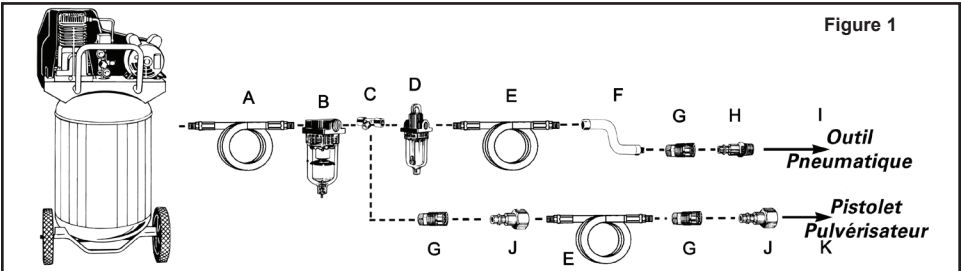

Figure 1
- Branchez l'outil au raccord rapide du tuyau flexible d'air. **REMARQUE :** *Il est recommandé d'utiliser un flexible de raccordement à pivot (P012-0079SP - non inclus) afin d'empêcher le tuyau flexible de s'entortiller ou de se plier et de prévenir son usage excessif (voir l'élément F de la Figure 1 pour les connexions recommandées).*
**Moteur pneumatique :** Pour maintenir la performance maximale de l'outil pneumatique, il doit être lubrifié à chaque utilisation. La poussière, la saleté, la rouille et les résidus d'huile s'accumuleront à l'intérieur de l'outil et réduiront la performance. Un huileur en ligne est recommandé pour une lubrification automatique adéquate des outils (voir Figure 1). Si un huileur en ligne n'est pas disponible, l'outil peut être lubrifié manuellement par l'orifice d'entrée (voir Figure 3).